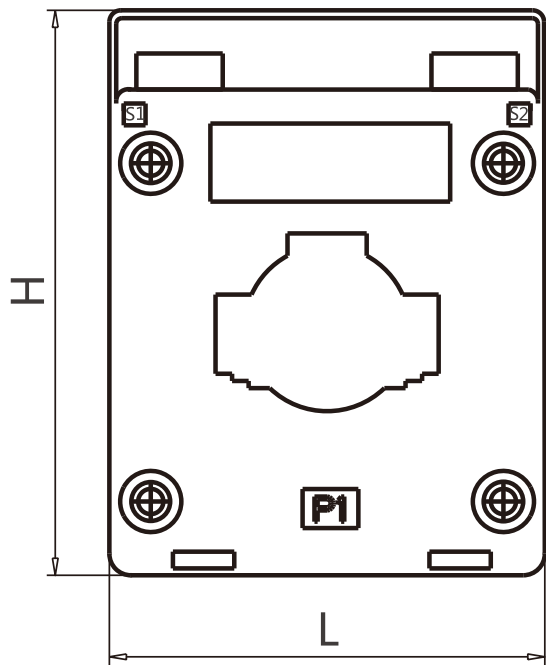
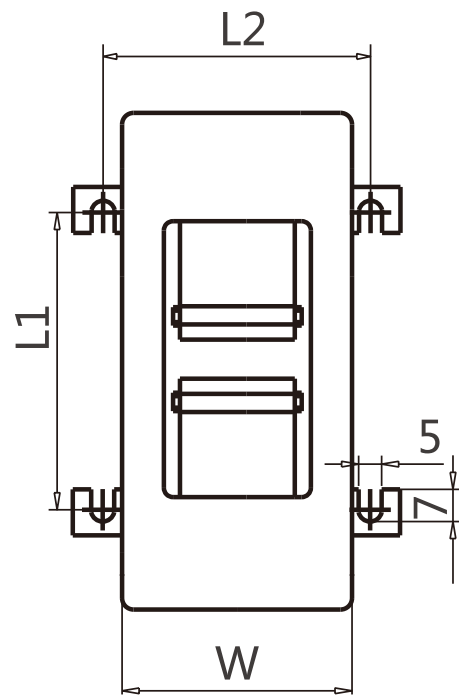
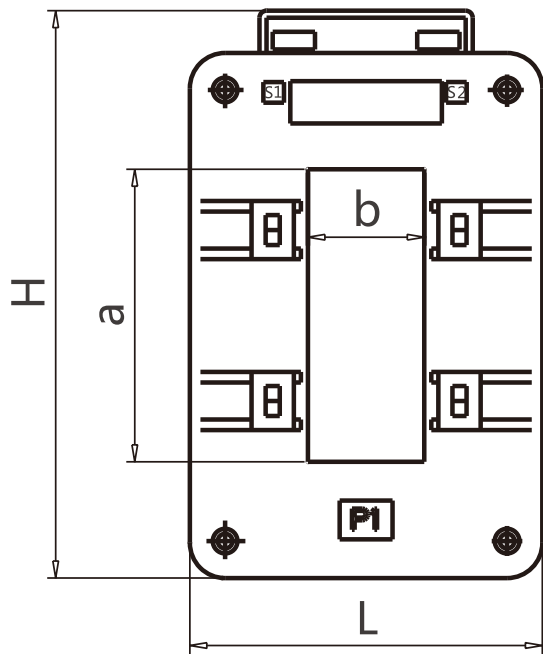

图1 : (30 ~ 50)型
图2 : (30 ~ 50)型
图3 : (60 ~ 130)型
4.1 字母含义见图1、图2、图3、图4，尺寸见表1。
4.2 LMK5-0.66系列窗孔尺寸见图A~C和图3。